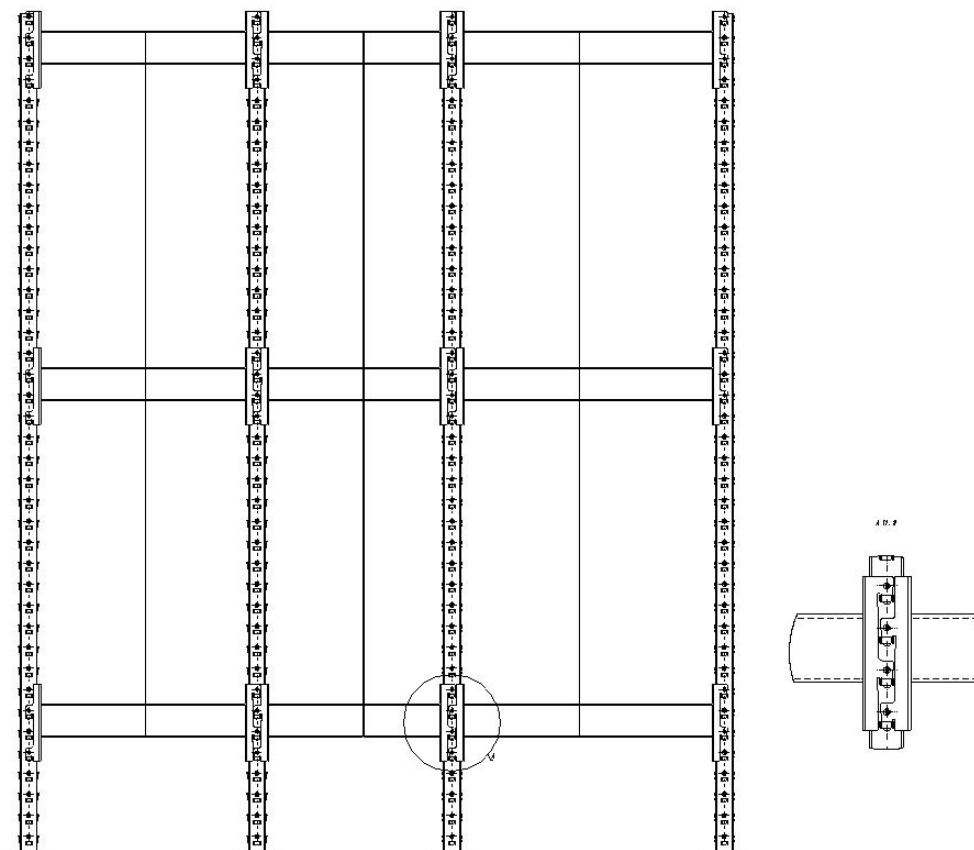

Рис. 6 – Сборка стеллажей в линейку.
- 3.4. При многосекционном стеллаже, поставьте дополнительную раму и установите нижнюю и последующие балки. Повторите этот пункт необходимое число раз. В данном случае одна рама служит опорой для двух секций, секции можно присоединять как слева, так и справа (рис. 6).